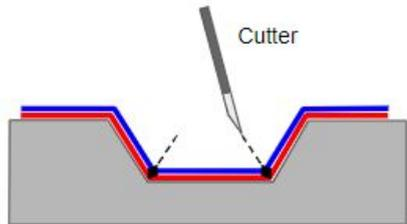

Fig.9
- Servendosi di un taglierino, tagliare i bordi nei punti in cui il materiale ha accumulato un'eccessiva tensione durante l'applicazione. Seguire delicatamente la forma per ottenere un taglio regolare e pulito. In questo modo si rilascerà la tensione e si eviterà che il materiale esca dal recesso. Fig.9